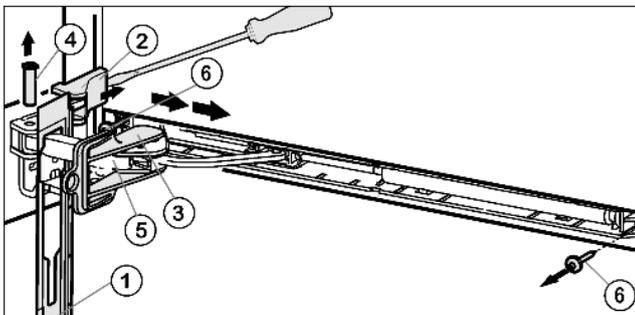

Fig. 9
- ▶ Blende über den Dämpferbügel Fig. 9 (5) in Richtung Gerät nach vorne schieben.
- ▶ Sicherung Fig. 9 (3) in Langloch einrasten.
- ▶ Abdeckung Fig. 9 (2) mit Schraubendreher von der Außen-seite her abheben und nach Außen abnehmen.
- ▶ Bolzen Fig. 9 (4) von unten rausdrücken.
- ▶ Dämpferbügel Fig. 9 (5) Richtung Tür drücken.
- ▶ Blende Fig. 9 (1) abnehmen.
- ▶ Gesamte Schließdämpfereinheit abschrauben (2 mal Torx 15) Fig. 9 (6).